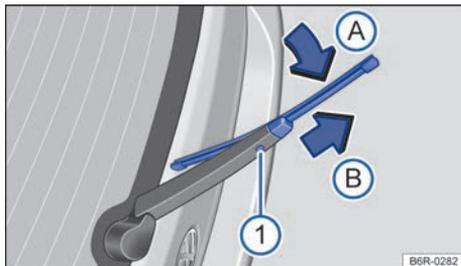

Fig. 276 En la parte trasera del vehículo: cambiar la escobilla limpiacristales de la luneta (Variant).
- Mantenga pulsada la tecla de desbloqueo → fig. 276 (1).
- Doble la escobilla en dirección al brazo del limpiacristales → fig. 276 (flecha (A)) y tire al mismo tiempo en el sentido de la flecha (B). Es probable que tenga que emplear bastante fuerza.
- Inserte una escobilla nueva de la **misma longitud y tipo** en el brazo del limpiacristales en el sentido contrario al de la flecha (B) hasta que encastre. Para ello la escobilla deberá estar desplegada (flecha (A)).